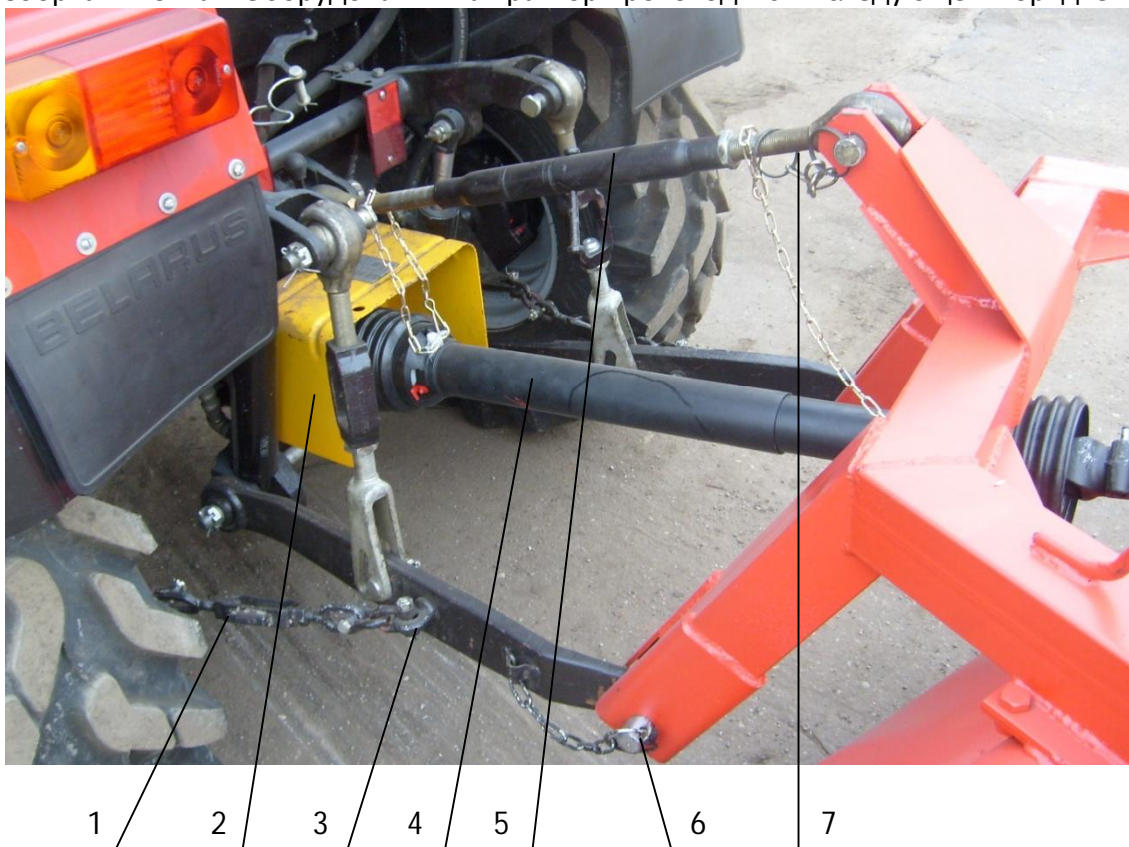

Рисунок 3. Установка Рамы и Вала карданного
- навесить Раму на Рычаги задней навески (поз.3рис.3) Трактора, установив Пальцы (поз.6 рис.3) .
- карданный вал (поз.4 рис.3) установить на ВОМ трактора и шлицевой вал Узла ведущей шестерни, зафиксировать штифтами.
- установить Талреп (поз.5 рис.3) в верхнее ухо Рамы и зафиксировать Пальцем (поз.7 рис.3) . Все Пальцы зафиксировать шплинтами, кожухи карданного вала зафиксировать цепочками за Талреп.
- регулируемые растяжки (поз.1 рис.3) установить и зафиксировать положение Рычагов в Раме.